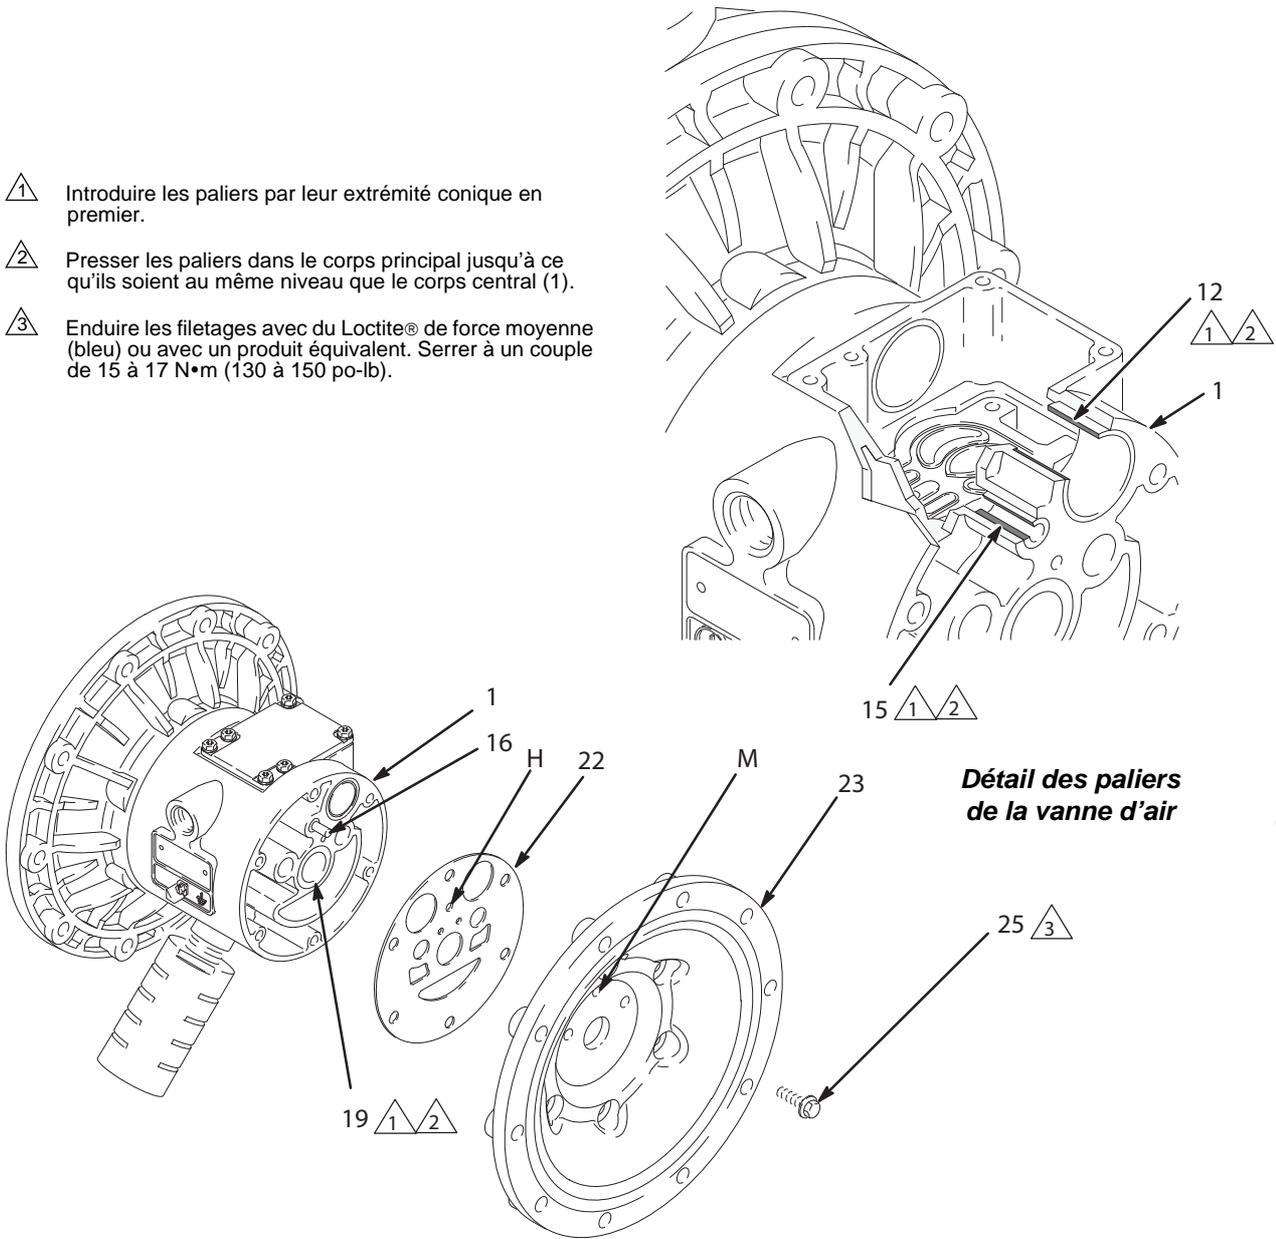

Fig. 14.
5. Avec une clé à douille de 10 mm, déposer les vis (25) qui attachent les couvercles d'air (23) sur le corps central (1). Voir FIG. 14.
6. Enlever les joints (22) des couvercles d'air. Toujours remplacer les joints par des nouveaux.
7. Utiliser un enlève-palier pour sortir les paliers (19) de l'axe de membrane, les paliers (12) de la vanne d'air ou les paliers (15) de la tige de commande. Ne pas enlever les paliers qui ne sont pas endommagés.
1. S'ils ont été enlevés, remettre les joints en coupelle (402*) de l'axe, de sorte que les lèvres **sortent** du boîtier (1).
2. Les paliers (19, 12 et 15) sont coniques et peuvent uniquement être mis dans un sens. Introduire les paliers dans le corps central (1), **le bout conique en premier**. Avec une presse, un bloc et un maillet en caoutchouc, enfoncer le palier jusqu'à ce qu'il soit encastré dans le corps central et au même niveau que la surface du corps central.
4. Mettre le nouveau joint (22) du couvercle d'air, de sorte que l'axe de commande (16) qui dépasse du corps central (1) s'introduit exactement par le trou (H) dans le du joint.
5. Enduire le filetage des vis (25) de Loctite® moyenne force (bleu) ou d'un produit équivalent. Aligner le couvercle d'air (23) de sorte que l'axe de commande (16) entre dans le trou du milieu (M) des trois petits trous à côté du centre du couvercle. Mettre les vis (25) et les serrer à la main. Voir FIG. 14. Avec une clé à douille de 10 mm, serrer les vis à l'opposé et de manière uniforme à un couple de 15 à 17 N•m (130 à 150 po-lb).